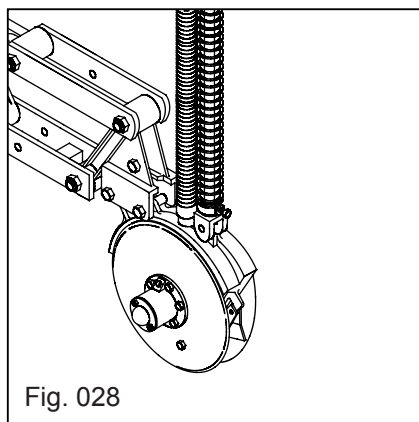

Fig. 028
- Disco Duplo (Fig. 028) acoplado em sistema pantográfico, destinado a abrir o sulco para deposição do adubo.